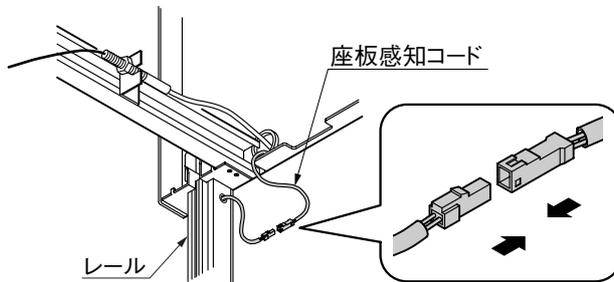

図10-1
- 1** ブラケットから出ている座板感知コードをレール上部から出ているコードと仮接続してください。(図10-1参照)
- ⑦ 上部から出ているコードと仮接続したコネクターをはずしてください。(図10-1参照)